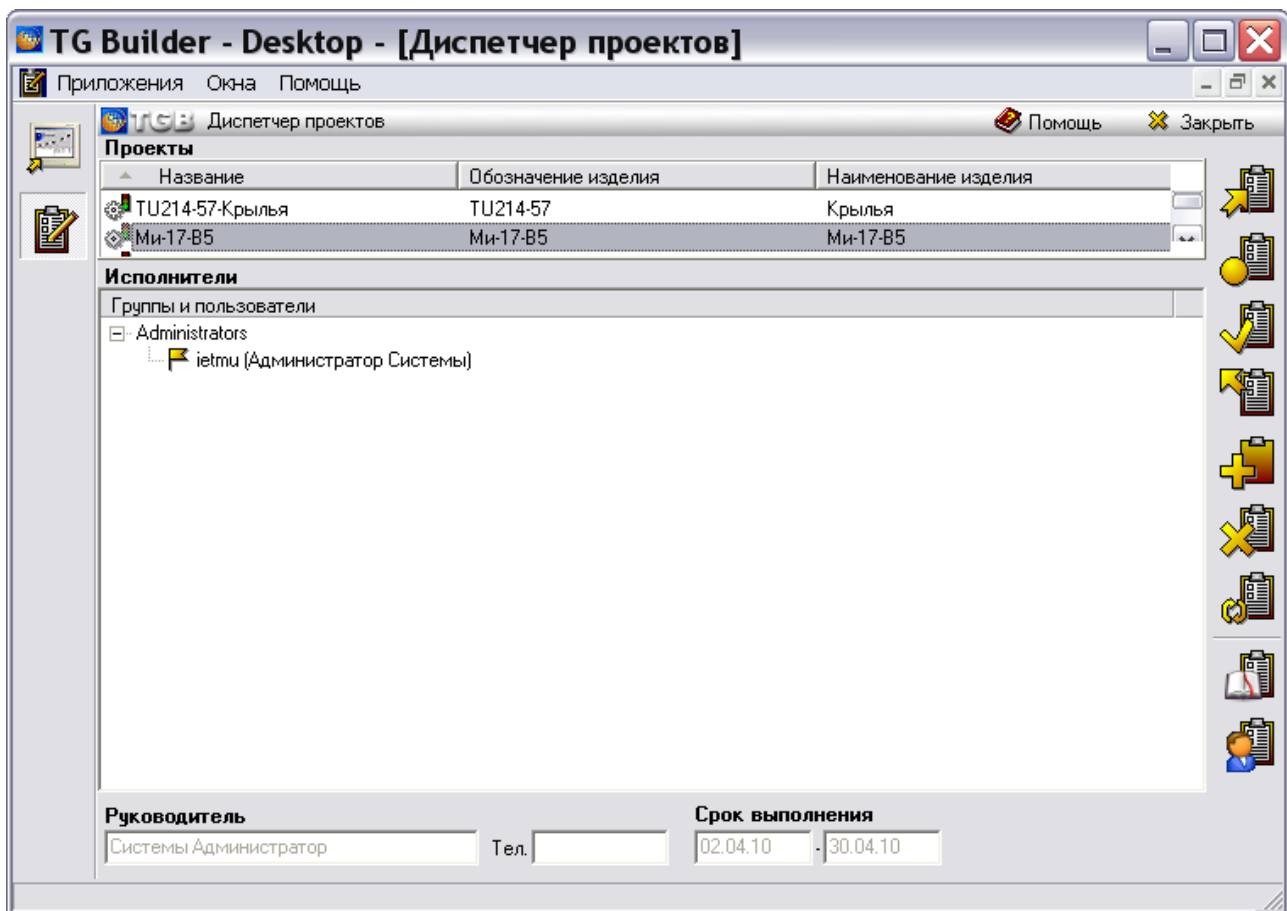

Рис. 83
3. Выделите проект. В примере использован проект Ми-17-В5 (Рис. 83).